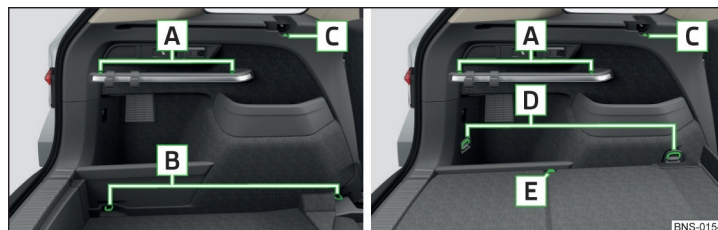
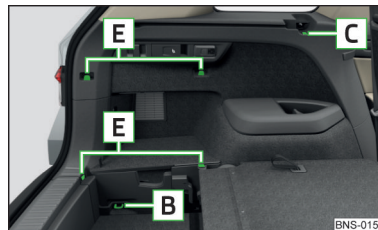

Fig. 142 Elementos de sujeción: Variante 1 / Variante 2
Fig. 143
## Vista general de los elementos de sujeción » fig. 142 y » fig. 143
La variante de vehículos de cinco plazas con el suelo de carga variable y la variante de vehículos de cinco plazas con la rueda de reserva o emergencia pueden usar para la fijación del bolso longitudinal las argollas de retención **D** » fig. 142 de la pág. 115.
- En los vehículos con el suelo de carga variable, enganchar los mosquetones en las argollas de amarre **D** delanteras » fig. 142 de la pág. 115.